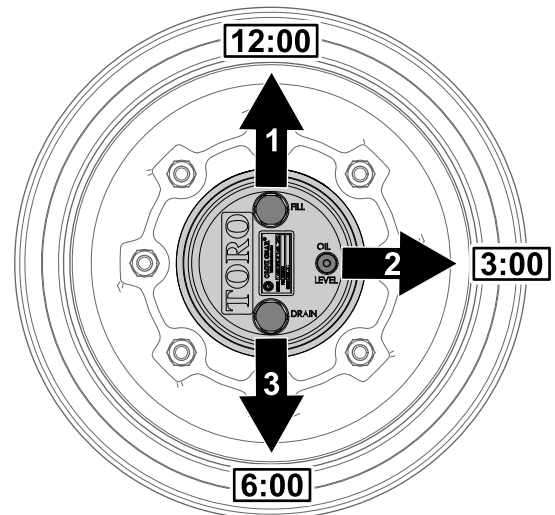

Bild 104
1. Parken Sie die Maschine auf einer ebenen Fläche und positionieren Sie das Rad so, dass die Füllschraube auf 12 Uhr, die Prüfschraube auf 3 Uhr und die Ablassschraube auf 6 Uhr steht (**Bild 104**).
2. Entfernen Sie die Prüfschraube, die auf 3 Uhr steht (**Bild 104**).
1. Parken Sie die Maschine auf einer ebenen Fläche und positionieren Sie das Rad so, dass die Füllschraube auf 12 Uhr, die Prüfschraube auf 3 Uhr und die Ablassschraube auf 6 Uhr steht, siehe Bild 104 in Prüfen des Ölstands im Planetengetriebe \(Seite 77\).